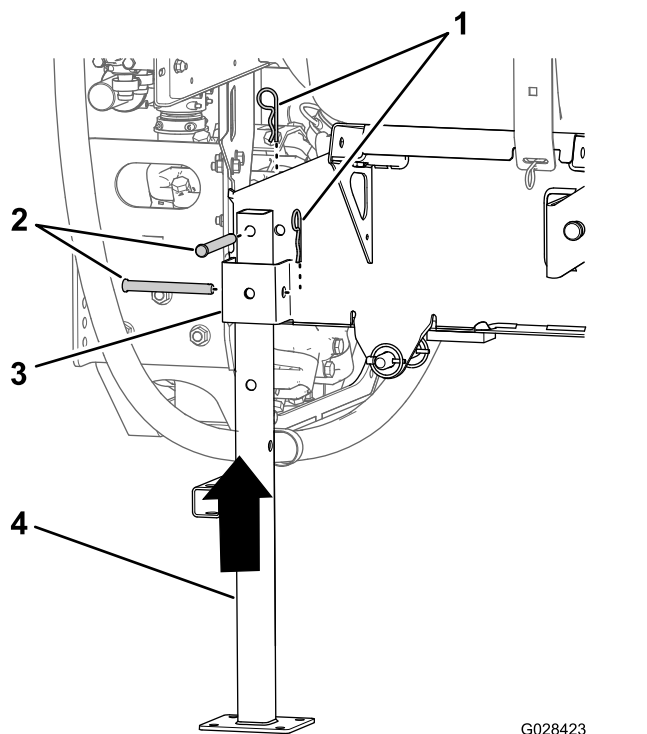

Figura 136
- Alinhe o macaco traseiro com o recetor do macaco traseiro (Figura 136).
- Alinhe o furo na parte superior do macaco com o furo na estrutura do patim do depósito (Figura 136).
- Prenda o macaco ao recetor e estrutura com dois passadores de forquilha (1/2 x 4-1/2 pol.) e dois pernos de gancho (5/32 x 2-5/8 pol.) como se mostra na Figura 136.